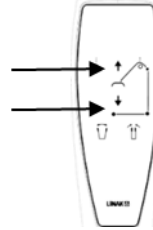

Fig. 1.6F
5. Antes del primer uso y después de cada uso, hay que restablecer la caja de control pulsando los botones arriba/abajo a la vez en el control manual (Fig 1.6F). véase la sección 3.2 – Uso de la caja de control.